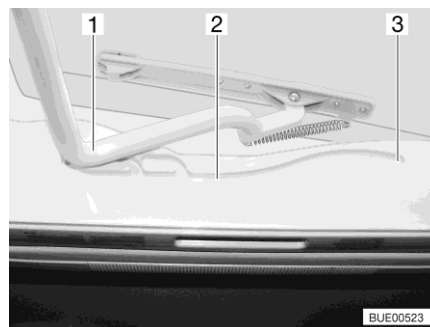

Bild 95 Spår (Heki-taklucka)
- Dra in bygeln (Bild 95,1) i spåren (Bild 95,2) till den bakersta positionen (Bild 95,3).
- Tryck bygeln (Bild 95,1) lätt uppåt med båda händerna.
- Drag bygeln till önskad position i spåret (Bild 95,2).